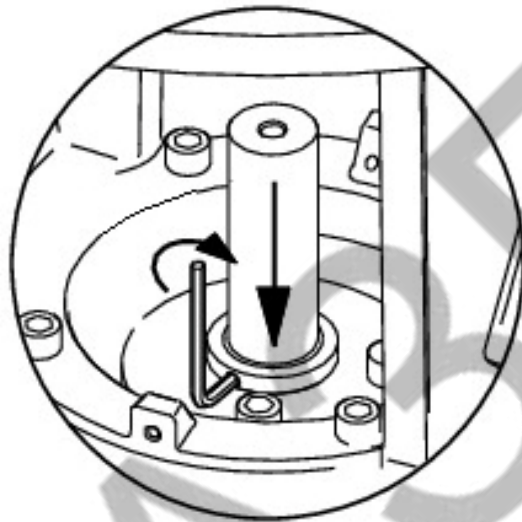

Рис.17
6. Запрессовать вал насоса поз. 30 до упора и зафиксировать уплотнение вала с помощью трёх винтов, смотрите рис. 17.
13. Запрессовать вал насоса поз. 30 до упора и зафиксировать уплотнение вала с помощью трёх винтов, смотри рис. 17.